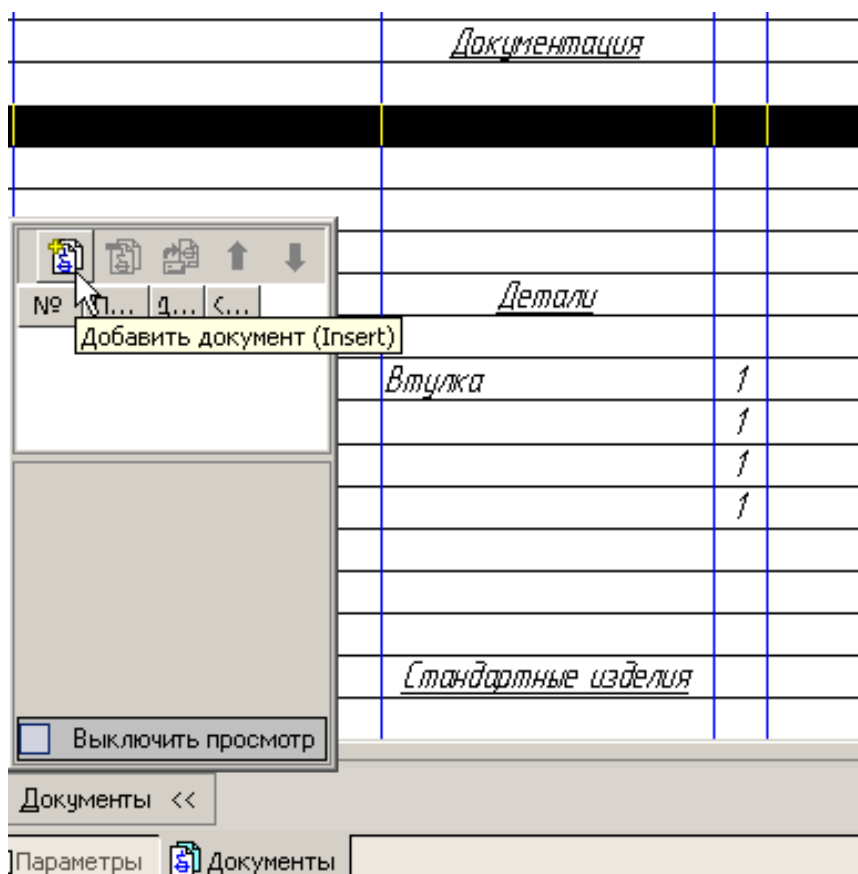

Рис. 31
2) В строке параметров откройте вкладку **Документы** и нажмите кнопку **Добавить документ**, рис. 31.